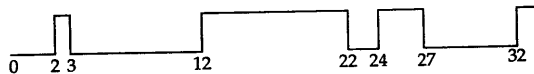

图2-10 变量BullsEye 的波形
6. 写出产生图2-10所示波形的变量BullsEye的初始化语句。